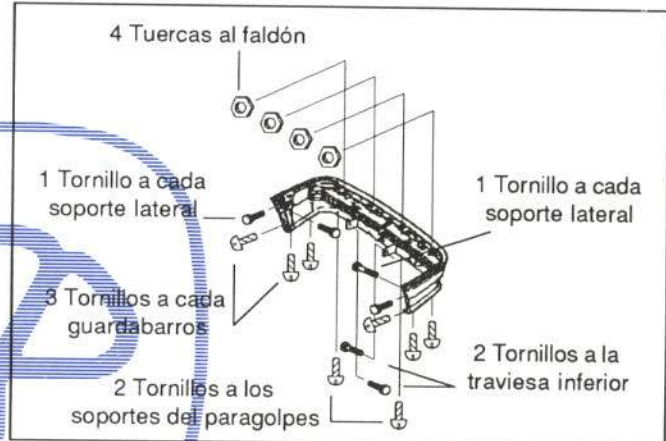

Figura 48.- Unión del paragolpes trasero
- Paragolpes trasero (figura 48)